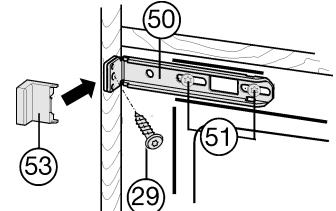

Fig. 16
- ▶ Schroeven Fig. 16 (51) iets losdraaien.
- ▶ Bovenste bevestigingshoek Fig. 16 (50) met spaanderplaatschroef Fig. 16 (29) Ø4x19 aan de meubelwand vastdraaien.
- ▶ Het uitstekende uiteinde van de afdekking Fig. 16 (53) afbreken.
- ▶ Schroeven Fig. 16 (51) aandraaien.
- ▶ Afdekking Fig. 16 (53) plaatsen.